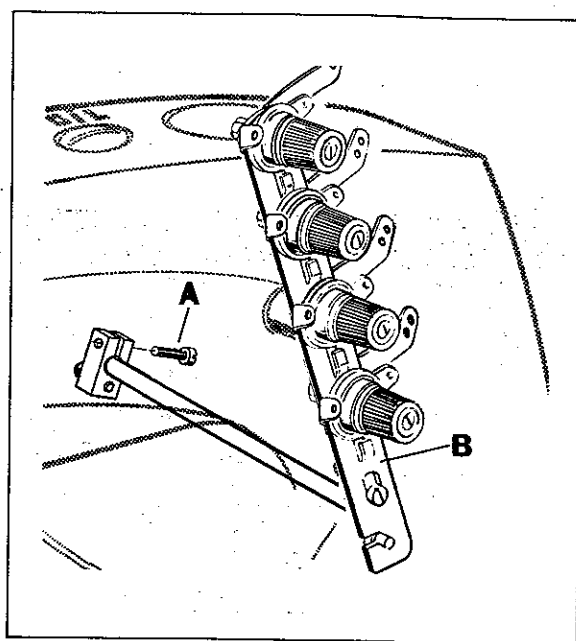

Fig.34
If adjustment is required, loosen tension release lever clamp screw (A, Fig. 34), located at the back of machine and move tension disc separator (B) as required. Retighten screw. After adjustment there should be no binding at any point.
Ist eine Einstellung notwendig, lösen Sie die Klemmschraube (A, Fig. 34) im Spannungsauslösehebel auf der Rückseite der Maschine und stellen den Spannungsscheibentrenner (B) entsprechend. Ziehen Sie die Schraube wieder an. Nach dieser Einstellung darf an keinem Punkt Schwergängigkeit auftreten.